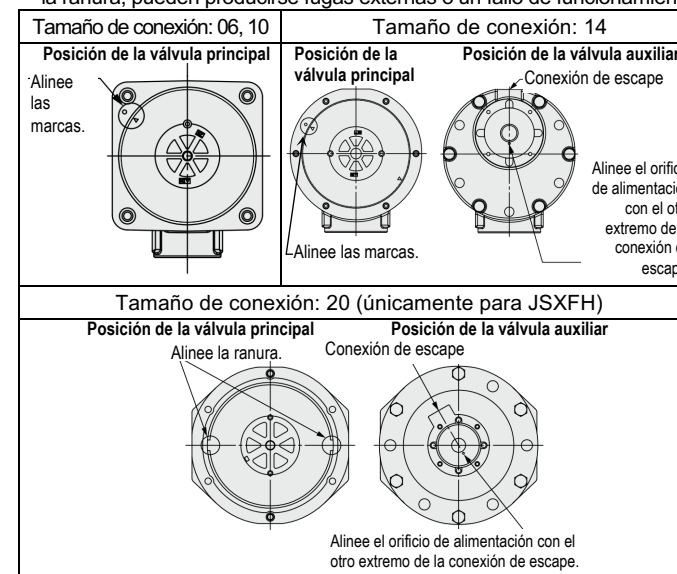

Figura 19.
- Monte la válvula principal (válvula auxiliar) en el cuerpo, conforme a la posición de montaje mostrada en la Figura 19. Un montaje incorrecto causará errores de funcionamiento del producto.